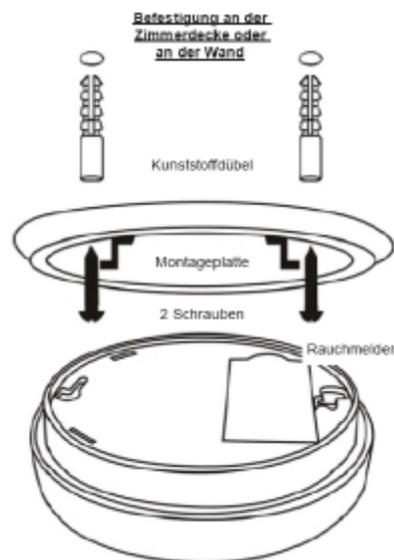

Bild 7
- Legen Sie die Montageplatte passend an und befestigen Sie die Platte mit den beiden Schrauben (siehe Bild 7) in den Dübeln.